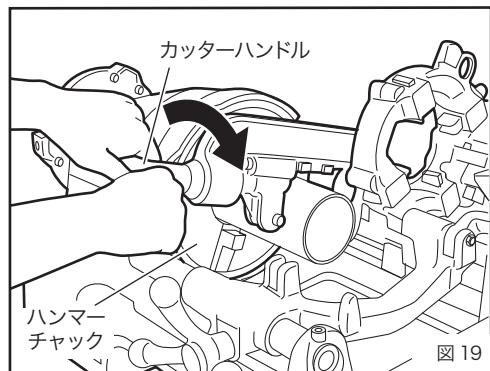

図 19
10-1. パイプの切断 (図 19)
- ① 使用しないダイヘッド・リーマを起こしてください。
- ② パイプの切断箇所を定めてパイプをしっかりと固定します。
- ③ パイプカッターをパイプ径より大きく開いて図のようにあてがい、パイプの切断箇所にカッターの刃を合わせてハンドルでローラーと刃が軽くあたるところまで近づけてください。
- ④ スイッチを入れ、カッターハンドルをパイプ 1 回転で 1/2 以内の割合で回してください。(図 19)